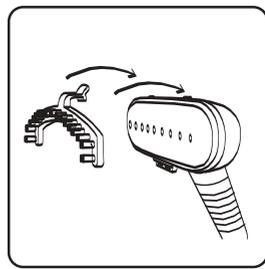

рис.3
6.1.5 При необходимости наденьте насадку-щетку на распылитель и закрепите (рис.3).